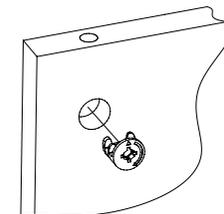

Рис.2
2. Вставьте головки минификсов в детали 3, 4, 5, 6, 7, 8, 9 (Рис. 2).